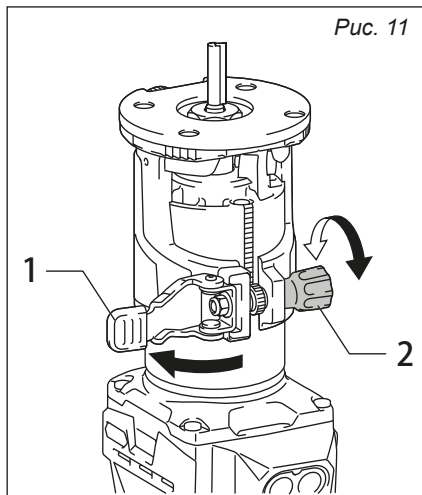

Рис. 11
- Отрегулируйте глубину фрезерования с помощью регулятора глубины (рис. 11).